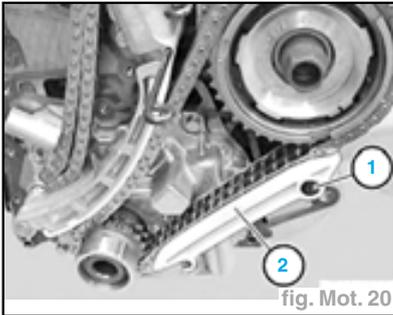

fig. Mot. 20
- la vis (1) et le patin (2) (fig. Mot. 20),
- le patin guide (2) et serrer la vis (1) (fig. Mot. 20).